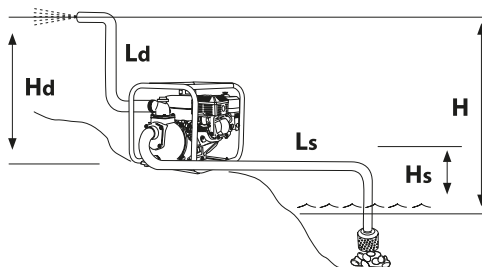

рис. 7
- Высота H – расстояние от свободной поверхности воды до выходного сечения напорного рукава, измеренное по вертикали (рис. 7).